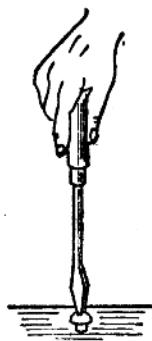

图2-2 螺钉旋具的使用
(1) 旋具要保持清洁，口端边平行良好，使用前应擦净旋具口端的油污，以免使用时滑脱。
(2) 所选用的螺钉旋具口端要和螺栓（钉）槽口相适应，大小合适，端口不得太薄或太厚，否则会损坏螺钉旋具或螺栓（钉）槽口。
(3) 使用时，以右手握持螺钉旋具，手心抵住柄端，要使螺钉旋具口与螺栓（钉）槽口垂直而吻合，如图2-2所示。在开始旋松或最后旋紧时，应用力将旋具压紧，再用手腕按需要扭转。当螺栓（钉）被旋松后，手心便可轻压螺钉旋具柄，用拇指、中指、食指快速扭转。如果使用较长的螺钉旋具时，可用右手压紧和转动手柄，左手握持螺钉旋具中间，以防不稳滑脱，保证使用安全。